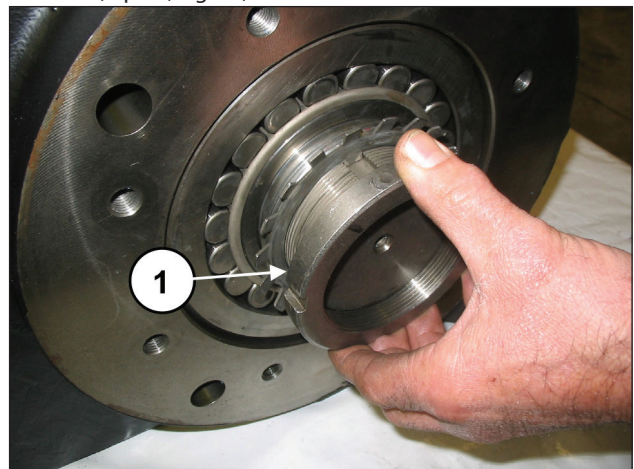
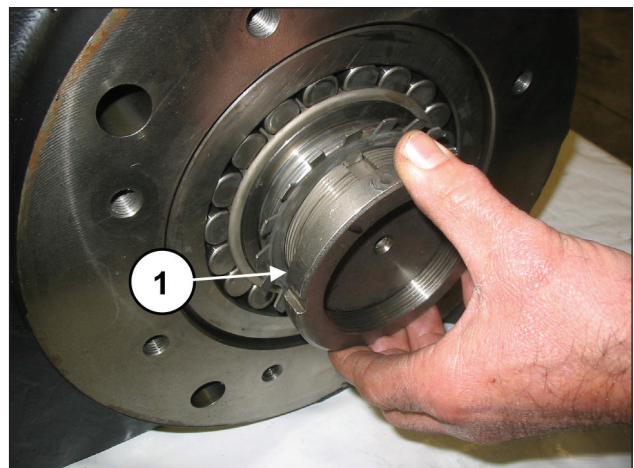
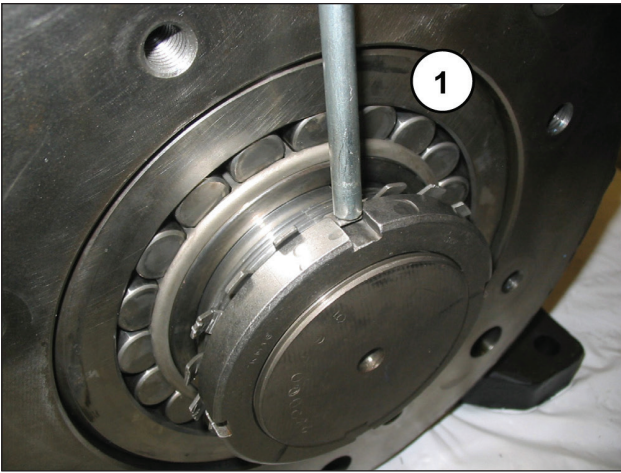

Fig. 54
Fig. 55
Fig. 56
Dévisser l'écrou à encoches, placer la rondelle de sécurité (rep. ①, Fig. 54) et revisser à fond l'écrou à encoches (rep. ①, Fig. 55), puis plier la languette d'arrêt ou de maintien de la rondelle (rep. ①, Fig. 56).